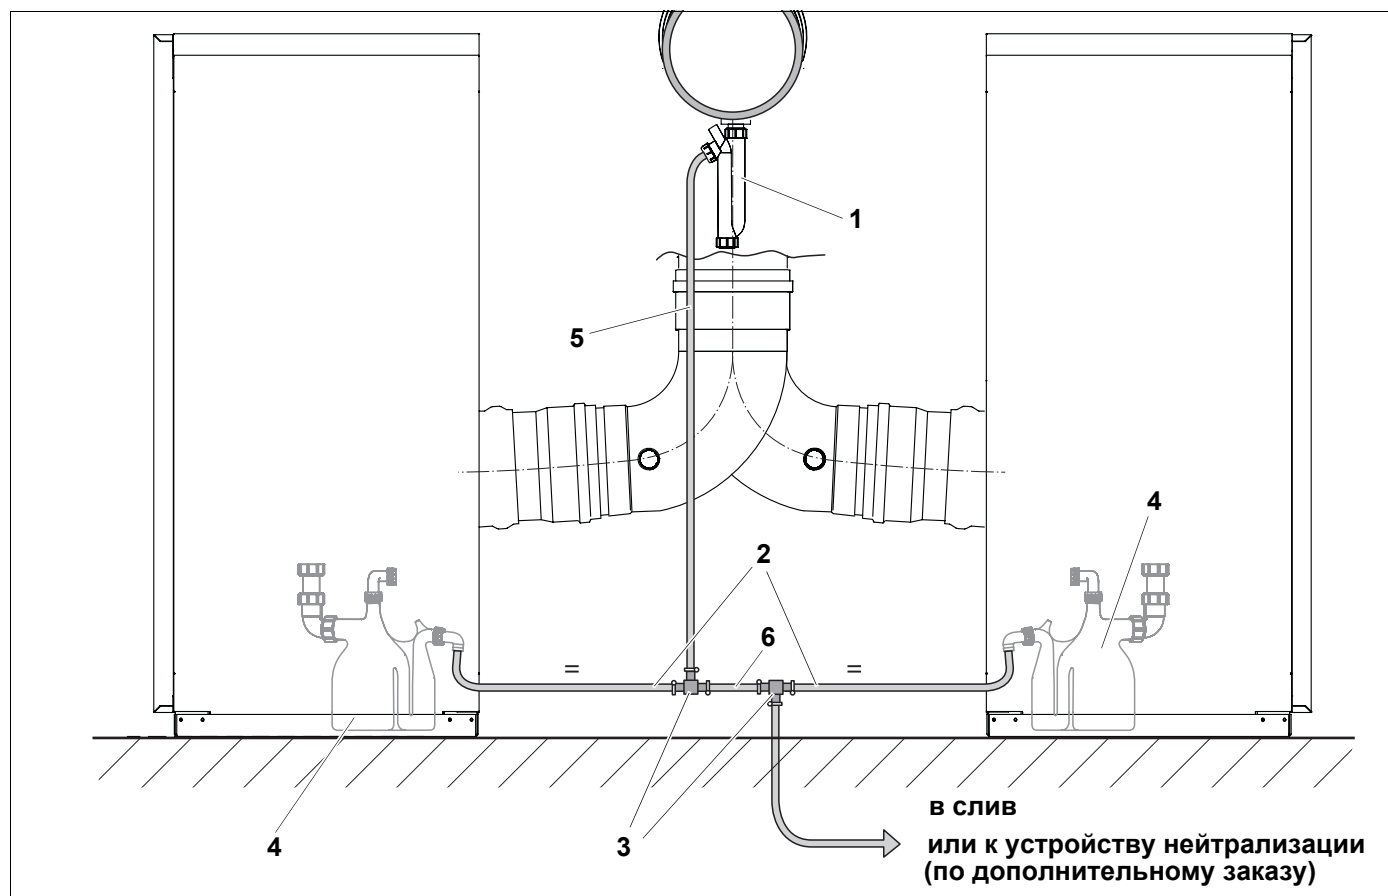

Рис. 11 Конденсатопровод (схематичное изображение)
- Прикрутите сифон (рис. 11, **поз. 1**) с уплотнением к коллектору дымовых газов.
- Проложите гофрированный шланг (рис. 11, **поз. 5**) от тройника (рис. 11, **поз. 3**) к сифону и закрепите хомутом.
- Соедините второй тройник (рис. 11, **поз. 3**) шлангом (рис. 11, **поз. 6**) с первым тройником (см. рис. 11) и закрепите его хомутами.
- Отрежьте два других шланга для конденсата (рис. 11, **поз. 2**) в соответствии с расстояниями до котлов, согласно рис. 11 соедините тройники с сифонами котла (рис. 11, **поз. 4**) и затем закрепите хомутами.